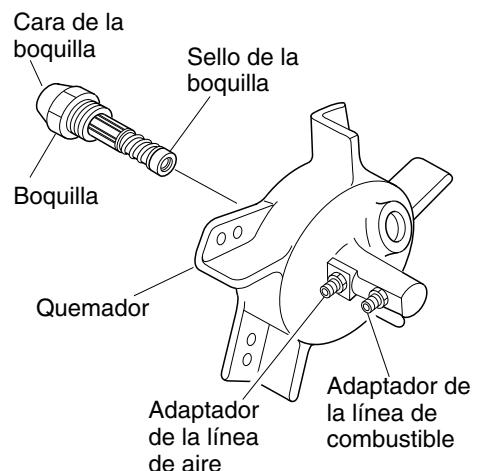

Figura 24 - Remoción de la boquilla, modelos de 20,5/29,3/44 kW (70.000/100.000/150.000 Btu/hr)
- Quite cuidadosamente la boquilla del quemador usando una llave de casquillo de 5/8" (vea la Figura 24).